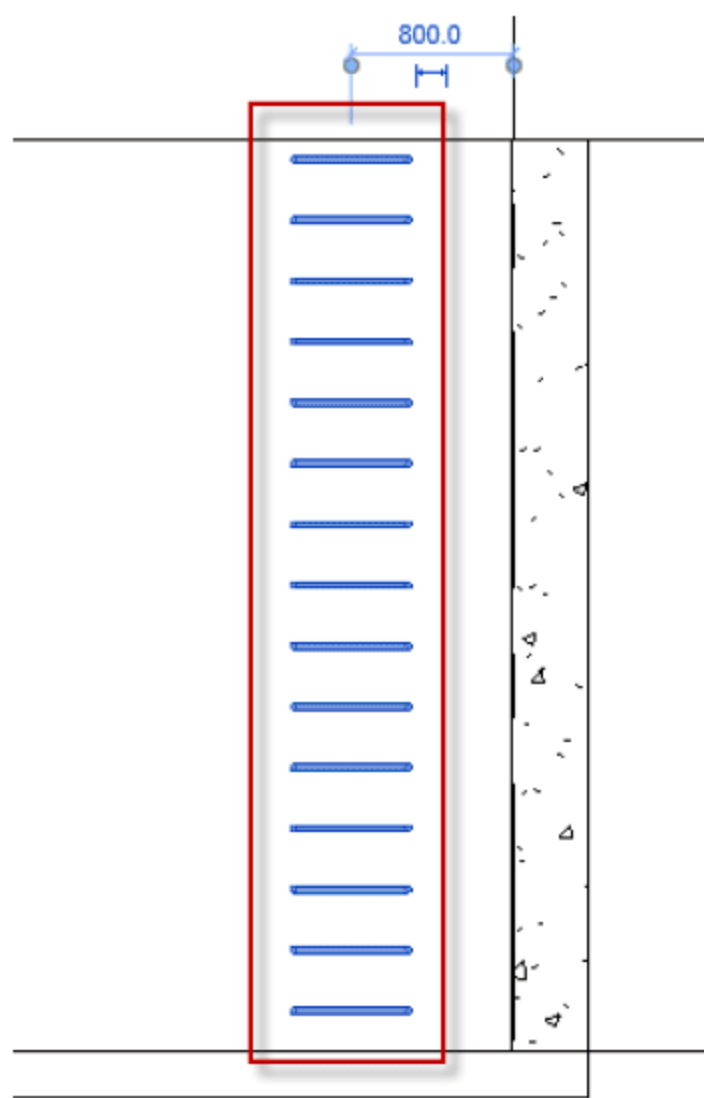
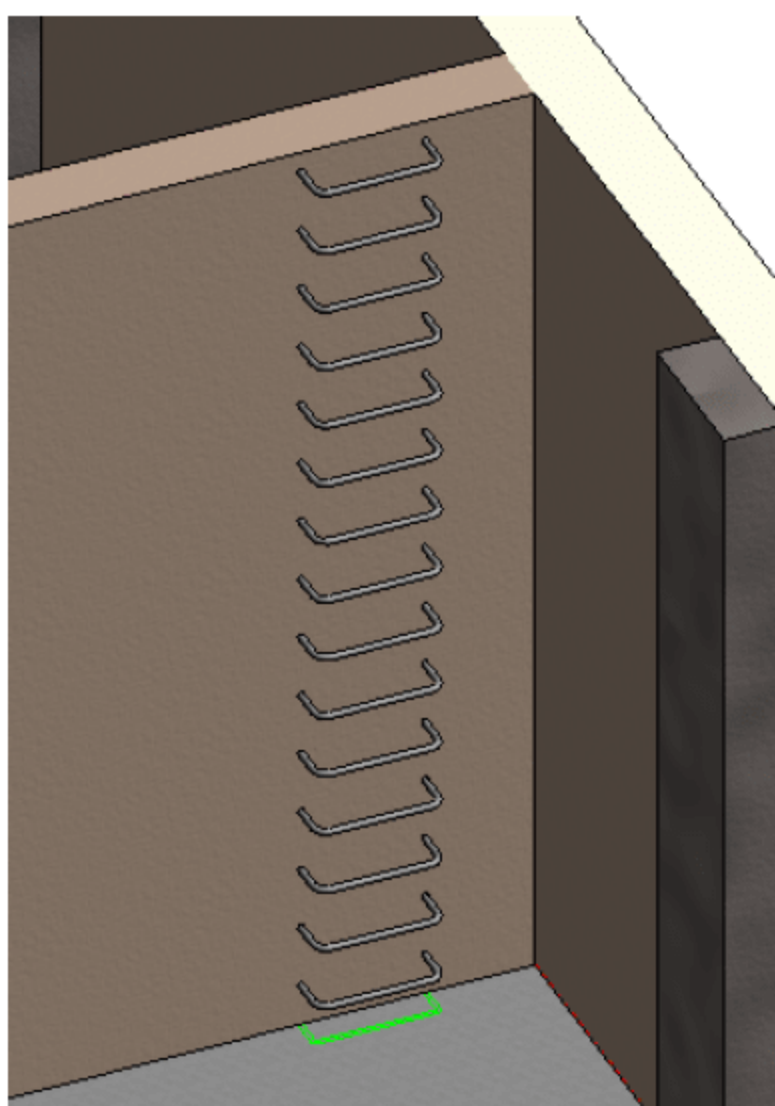

图 9.3.49 完成“人孔爬梯”的绘制
图 9.3.50 3D 效果
(7) 完成“人孔爬梯”的绘制，如图 9.3.49 所示，3D 效果如图 9.3.50 所示。